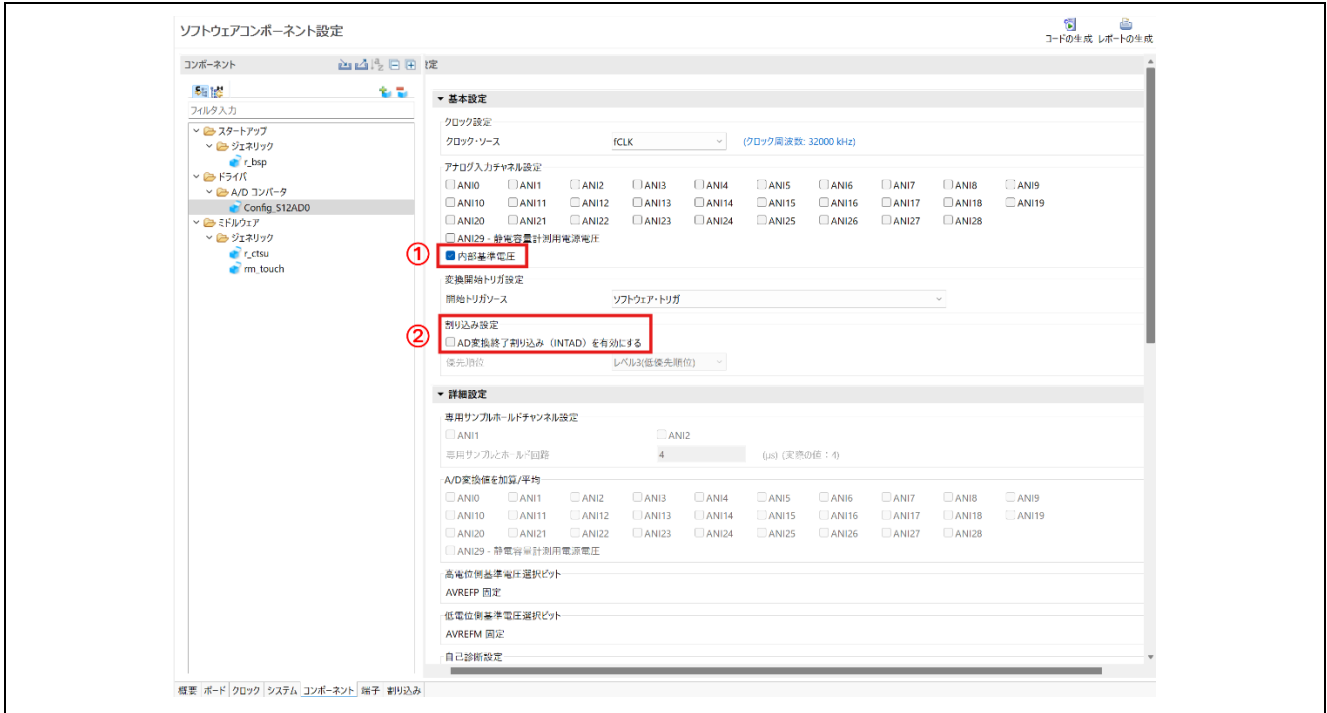
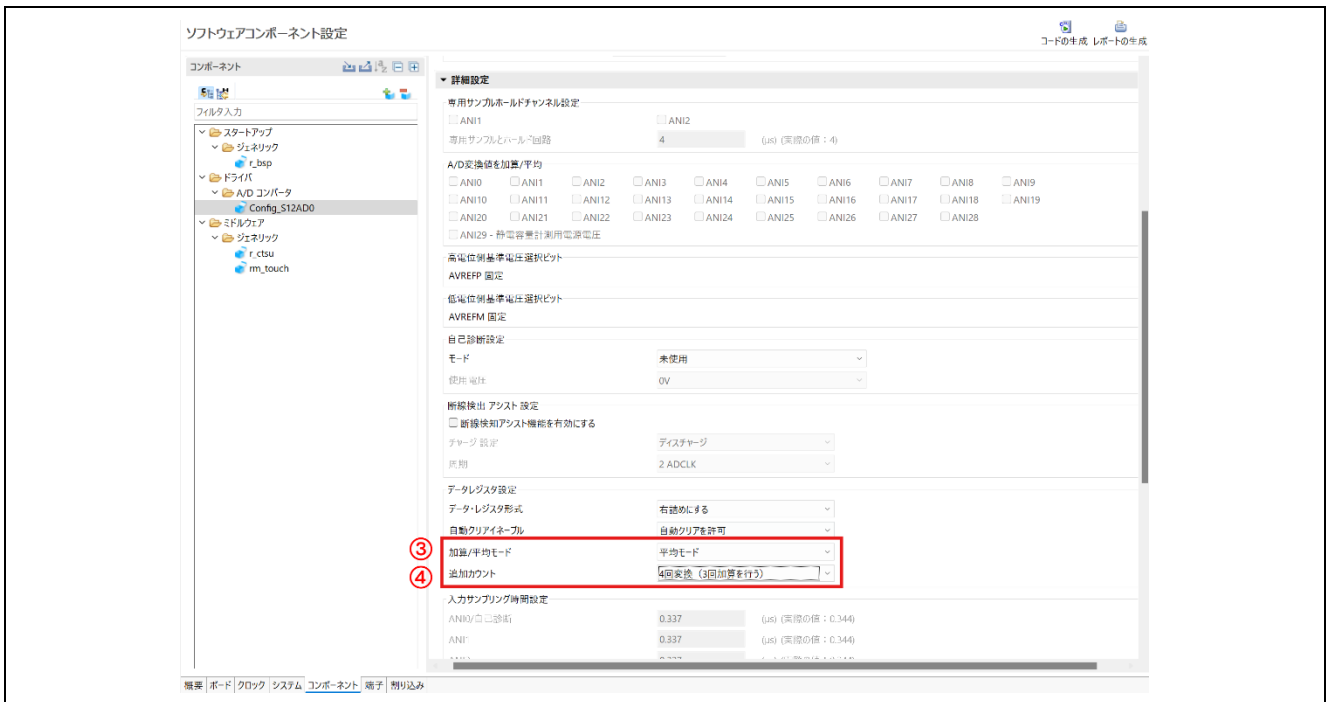

図 6-19 ADC ドライバ設定 基準設定 (RL78/F22、RL78F25)
図 6-20 ADC ドライバ設定 詳細設定 (RL78/F22、RL78F25)
8. RL78/F22、RL78/F25 を使用する場合は、12 ビット A/D シングル・スキャン ("Config_S12AD0") を追加します。図 6-19、図 6-20 に示す通り、以下の設定を変更してください。
- ①. [アナログ入力チャネル設定] -> [内部基準電圧]のチェックボックスを選択。
- ②. [割り込み設定] -> [A/D 変換終了割り込み(INTAD)を有効にする]のチェックを外してください。
- ③. [データレジスタ設定] -> [加算/平均モード] -> [平均モード]を選択。
- ④. [データレジスタ設定] -> [追加カウント] -> [4 回変換 (3 回加算を行う)]を選択。